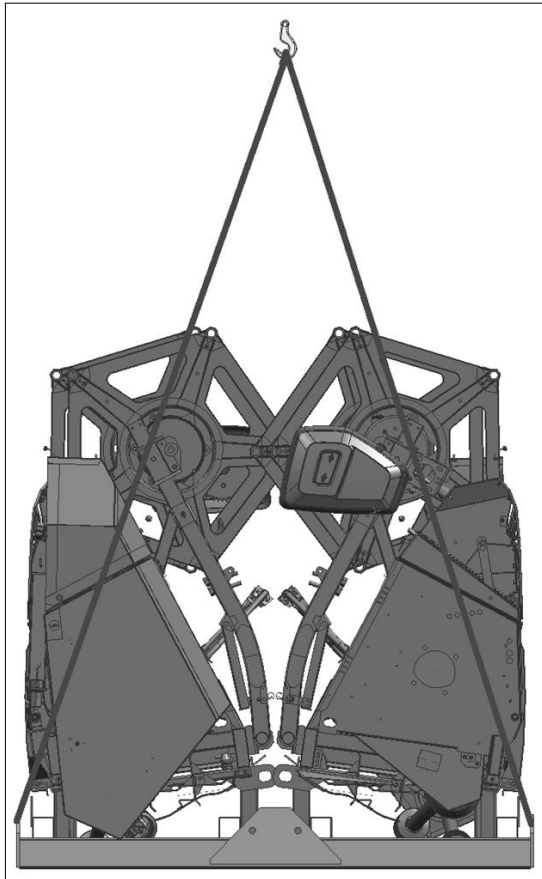

Рисунок 8.18
3) Для дальнейшего транспортирования двух жаток на общей подставке в кузове автомобильного транспорта, необходимо отсоединить четыре стропы длиной 3300 мм от рамки ЖСУ-500.33.11.200, и закрепить стропы длиной 5000 на общую подставку ЖСУ-701.33.11.100 (см. рисунок 8.18).